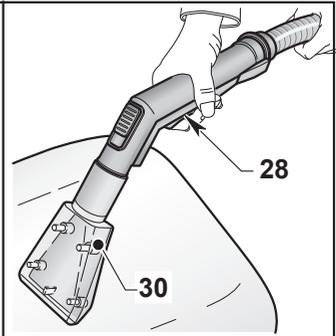

Fig. 16
- Die Textil-Düse (30 Abb. 16) auf das entsprechende Rohr (31 Abb. 16) montieren.